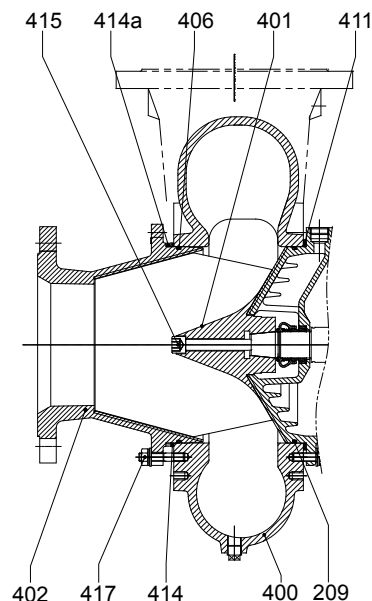

Fig. 12. Bomba no “regulable” (sin camiseta)
b) Bombas sin camiseta de desgaste (Fig. 12)
b) Bombas sin camiseta de desgaste (Ver Fig. 12)